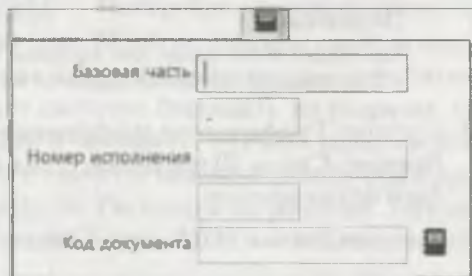

Рис. 23.11. Панель для заполнения поля **Обозначение**
- ♦ в текстовое поле **Обозначение** введите обозначение детали, например АБВГ.000000.001. Для ввода обозначения щелкните ЛК в окне. Появится панель (рис. 23.11), где вы можете заполнить *Базовую часть*, *Номер исполнения* и *Код до-*